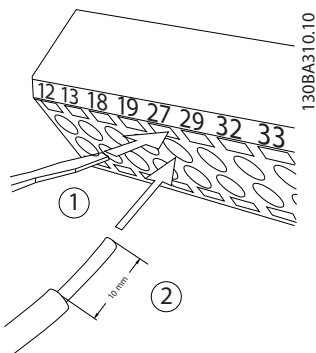

Bild 2.21 Ansluta styrkablar
1. Öppna kontakten genom att sätta en liten skruvmejsel i skåran ovanför eller under kontakten (se Bild 2.21).